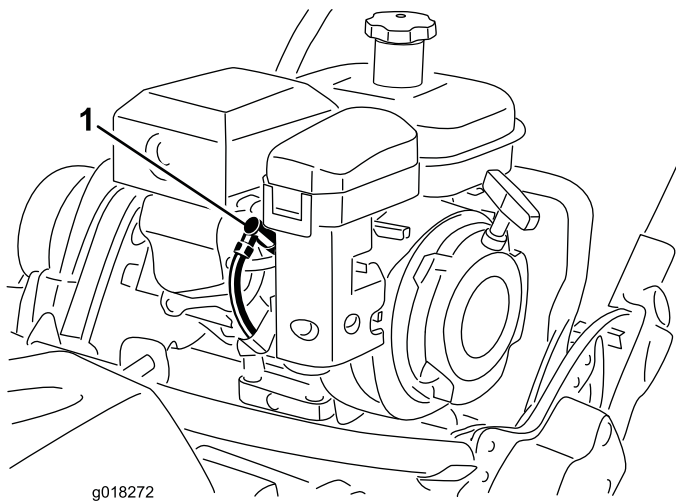

図 34
- 点火プラグのコードをプラグから抜きとる **図 34**。